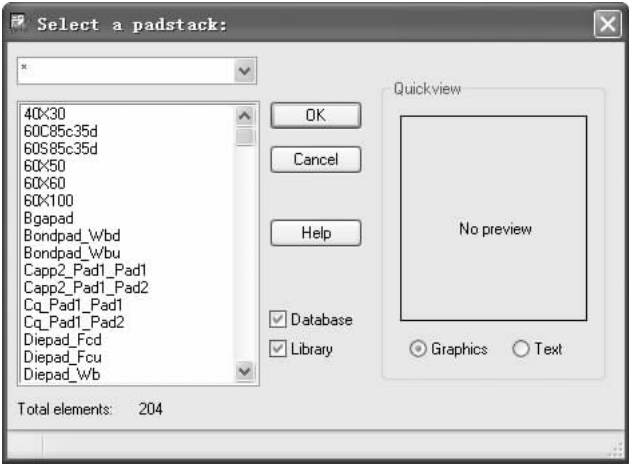

图 9-20 “Select a padstack”对话框
3) 选择“Connect（连接）”选项，绘制有编号的引脚；单击  按钮，弹出“Select a padstack（选择焊盘）”对话框，从列表中选择焊盘的型号，如图 9-20 所示。